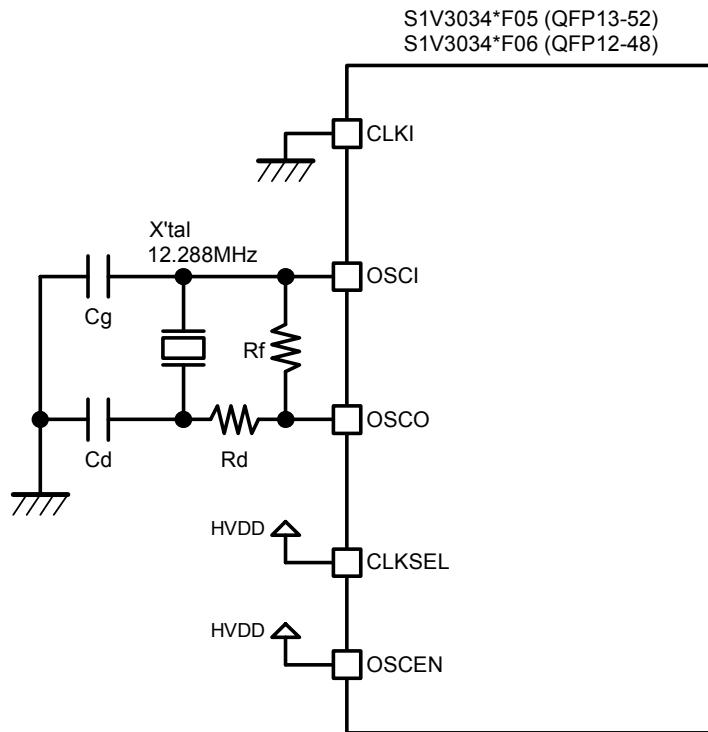

図 8.3 システムクロック外部接続例 (12.288MHz 振動子)
12.288MHz の振動子をクロック源とする場合の外部接続例を図 8.3 に示します。
OSCI, OSCO 端子に、図 8.3 の通り 12.288MHz の振動子と発振回路を接続します。